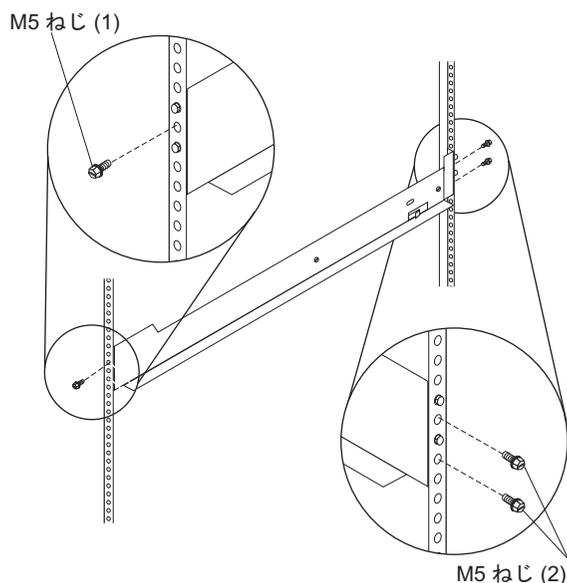

図3. ラックのサポート・レールの固定
3. 図3 に示すように、ラック・キャビネットの前面から、サポート・レールのフランジがラック・キャビネットのサポート・レール・アセンブリーの内側に位置した状態で、1 本の M5 ねじをレール・ブラケットの上部から 2 番目の穴に取り付けて、ドライバーで締めます。